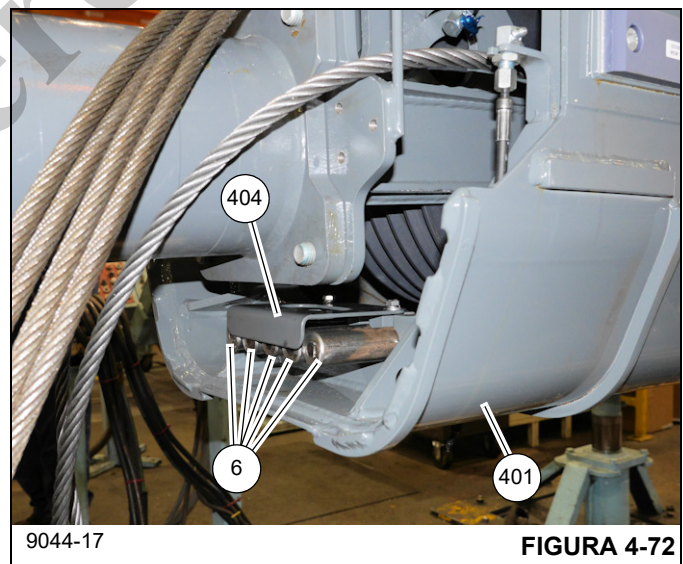

FIGURA 4-72
23. Asiente los extremos de los cinco cables de extensión (6) en las cavidades en la parte trasera de la sección telescópica 3 (401). Fije los extremos de cable en su lugar con una placa (404) y dos pernos, arandelas y arandelas de seguridad (417, 416, 415) (vea la Figura 4-72).